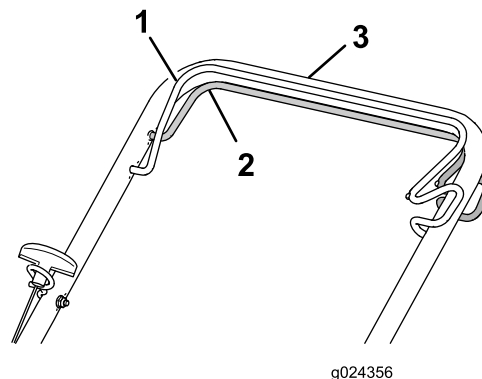

Figura 16
- **Per inserire la trazione automatica:** Tenete premuta la barra della trazione automatica contro la stegola (Figura 16).